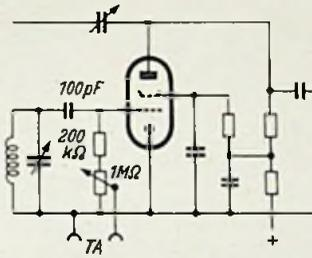

Bild 4. Anschaltung mit Hilfe eines besonderen Gitterreglers
c) Sehr günstig hat sich eine Schaltung nach Bild 4 erwiesen, besonders dann, wenn der Lautstärkereger in das Gerät eingebaut wird. Der 0,2-MΩ-Widerstand wirkt dabei als Hf-Sperre; für die Nf ist er praktisch ohne Bedeutung. Der Lautstärkereger dient zusammen mit dem 0,2-MΩ-Widerstand gleichzeitig als Gitterableitwiderstand. Die Vorteile dieser Anordnung sind eine gute Verstärkung sowie der Fortfall eines Schalters für die Stellung TA bzw. UKW. Wird als Lautstärkereger ein Potentiometer mit einpoligem Drehschalter verwendet, dann läßt sich damit gleichzeitig die Anodenspannung des UKW-Vorsatzgerätes schalten.
Die Schaltung nach Bild 4 hat sich für den nachträglichen Einbau eines UKW-Teils in Audion-Empfänger (Ein- und Zweikreisler), bei denen die Lautstärke Hf-seitig geregelt wird, besonders bewährt.